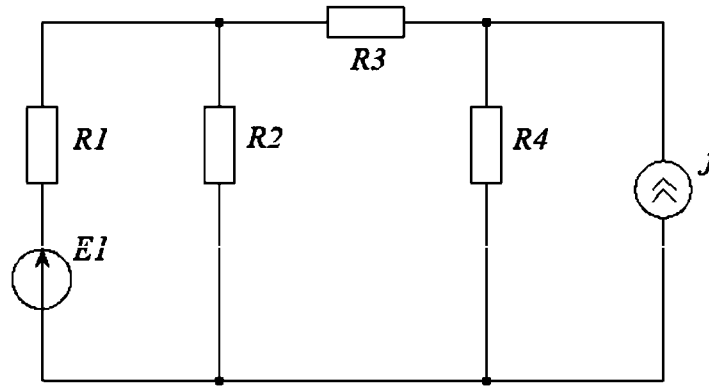

Рис. 1.64. Схема к задаче 2
2. Определить ток  $I_3$ , если  $R_1 = 1$  Ом,  $R_2 = R_4 = 1$  Ом,  $R_3 = 1$  Ом,  $E_1 = 110$  В,  $J = 2$  А (рис. 1.64).